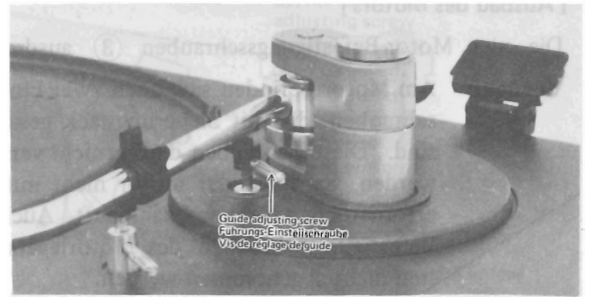

Fig. 3 Abb. 3
- (1) Remove the guide adjusting screw shown in Fig. 3.
- (2) After removing the automatic mechanism assembly by the above-mentioned procedure, loosen the 2 follow-up plate assembly fixing screws ④.
- (3) Lift up the tone arm a little and remove 2 tone arm retaining screws ⑤.
- (1) Die in Abb. 3 gezeigte Führungs-Einstellschraube entfernen.
- (2) Nachdem die Automatik ausgebaut wurde (gemäß obiger Beschreibung), die beiden Befestigungsschrauben ④ der Nachlaufplatte lösen.
- (3) Den Tonarm etwas nach oben anheben und die beiden Tonarm-Sicherungsschrauben ⑤ entfernen.
- (1) Défaire la vis de réglage de guide comme indique sur la figure 3.
- (2) Après avoir déposé l'ensemble du mécanisme automatique mentionné plus haut, desserrer les deux vis de fixation de l'ensemble de plaque de guidage ④.
- (3) Relever légèrement le bras de lecture et défaire les 2 vis de fixation du bras ⑤.